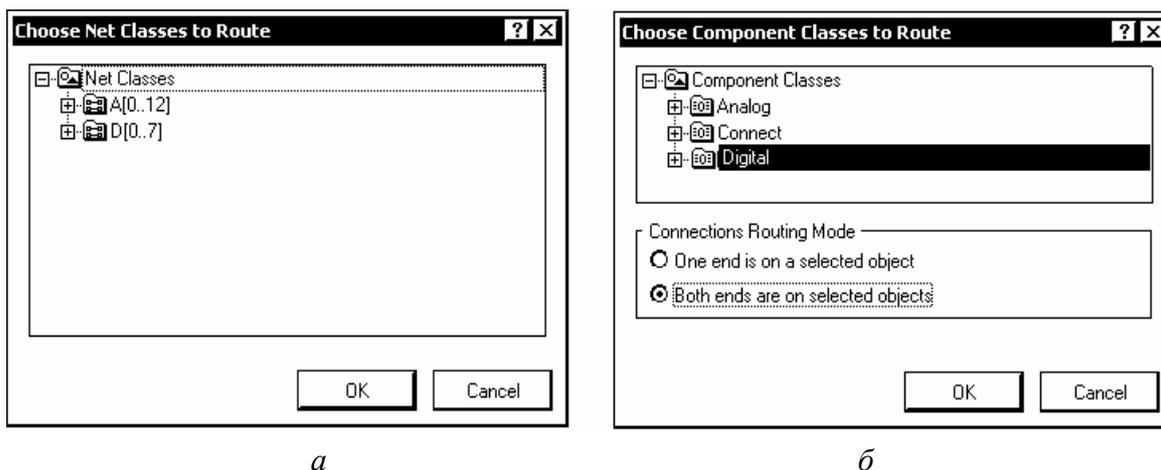

Рис. 7.27
- Net Class – трассировка выбранного класса цепей. Активизируется диалоговое окно Choose Net Classes to Route – выбрать классы цепей, подлежащие трассировке (рис. 7.27, а). Указать курсором один или, удерживая клавишу Shift, несколько классов, и дать старт трассировке щелчком на кнопкой ОК;
- Component Class – трассировка связей компонентов выбранного класса. Выполняется аналогично трассировке класса цепей – при указании курсором на один или несколько классов компонентов в окне, рис. 7.27, б;